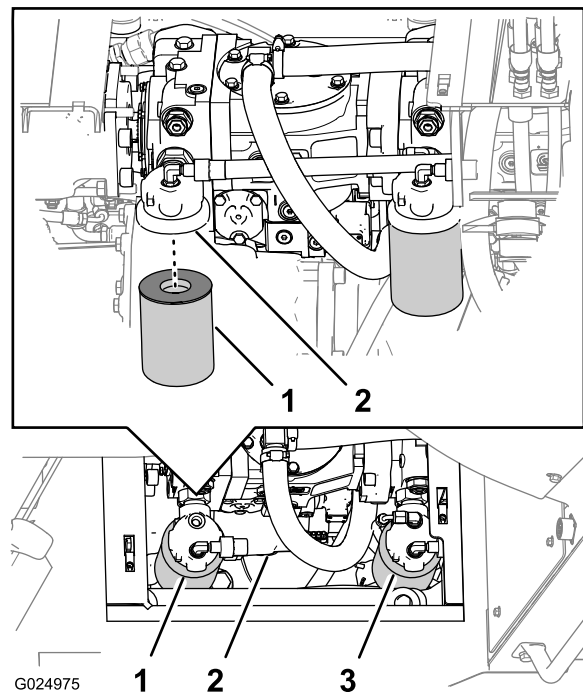

Figura 111
Nota: Potete accedere al filtro idraulico di carica da sotto il lato destro della macchina, dietro il serbatoio idraulico (Figura 111).
2. Mettete un contenitore sotto il filtro idraulico di carica (Figura 111).
3. Ruotate il filtro idraulico di carica in senso antiorario e rimuovetelo (Figura 111).